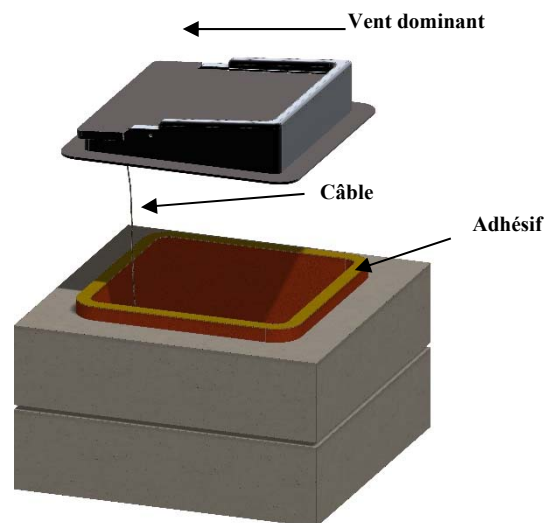

Figure 28. Installer le volet de montage supérieur
A. Si vous installez un registre avec ce modèle de foyer Stone Age, utilisez un registre à montage supérieur et suivez les instructions fournies avec le registre. Orientez correctement le côté le plus haut du clapet en fonction des vents dominants de votre région. Voir la Figure 28.